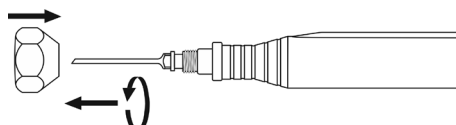
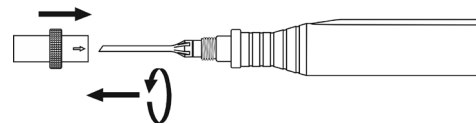

Abb. 3a
Abb. 3b
- Entfernen Sie die Ultraschallspitze gemäß Abb. 3a oder Abb. 3b: